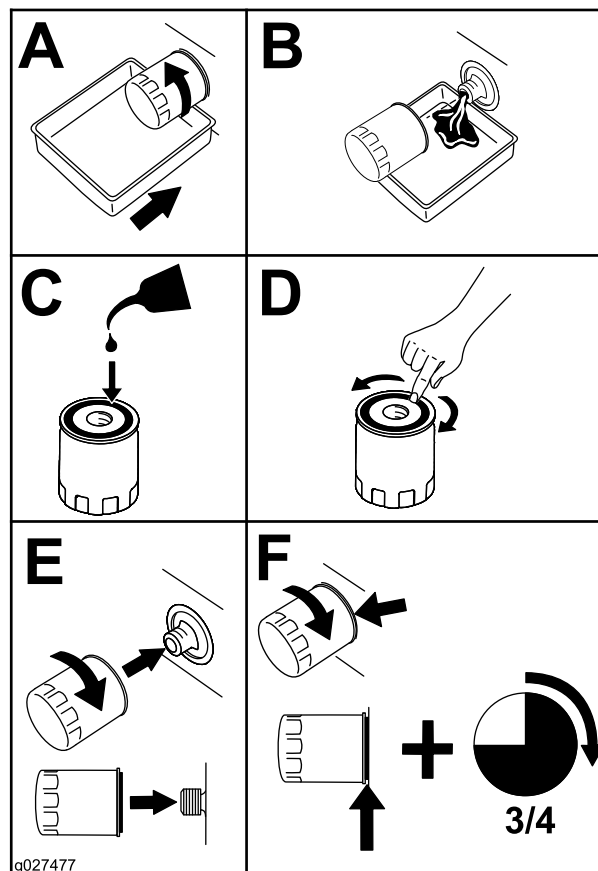

Figura 19
2. Sustituya el filtro de aceite del motor (Figura 19).